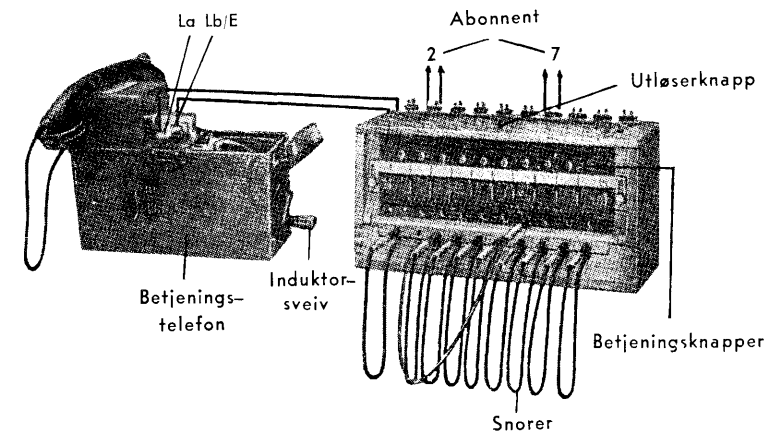

Fig 4.
24. Forbindelse mellom abonnent nr 2 og abonnent nr 7 (se fig 4).